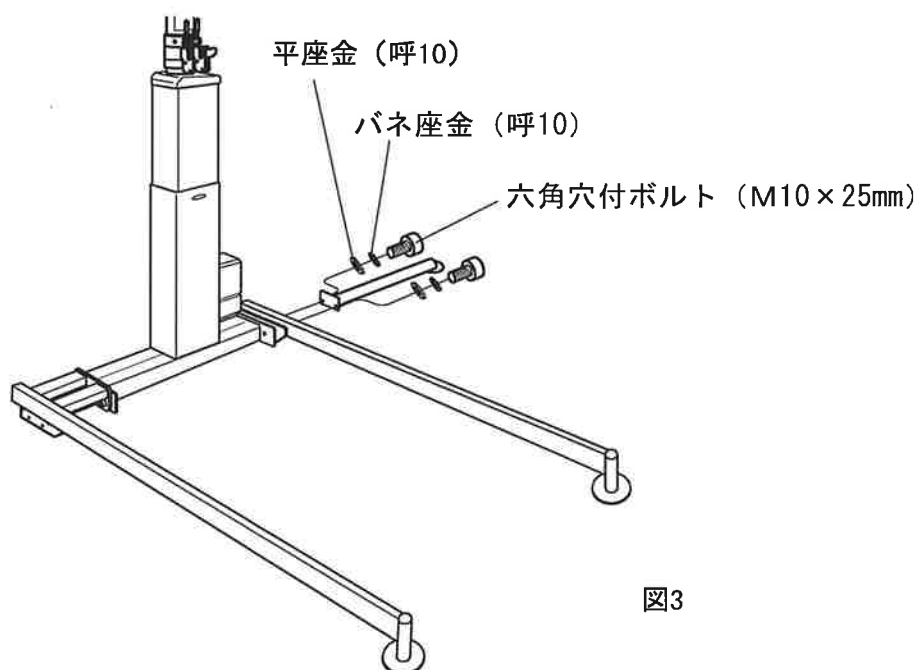

図3
- ③ 補助脚を六角穴付ボルト（M10×25mm）、バネ座金（呼10）、平座金（呼10）で取り付けてください。（2カ所）（図3）